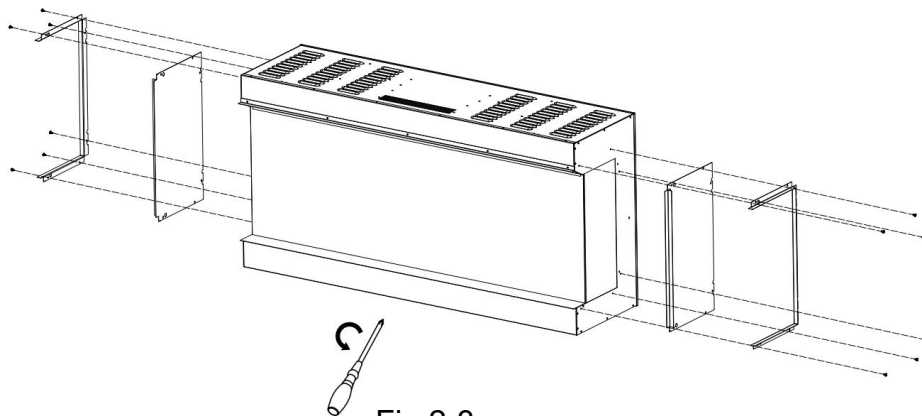

Fig.2-3
2. Togliere le barre di protezione e i pannelli se si vuole vedere il fuoco da tre lati. Fig.2-3